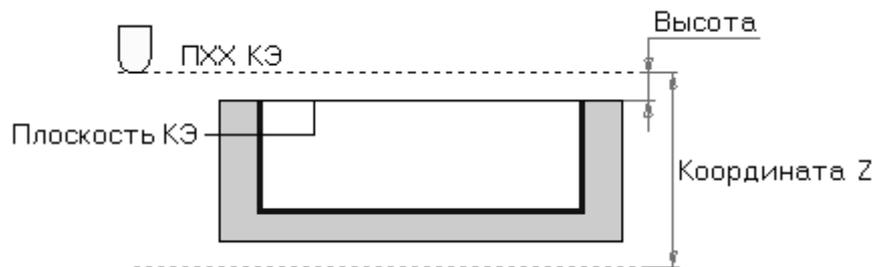

Рис. 8. Плоскость холостых ходов
**Плоскость холостых ходов** — это плоскость, в которой инструмент перемещается на холостом ходу при обработке данного колодца (рис. 8). Вы можете определить плоскость холостых ходов, задавая координату Z ее расположения или расстояние между плоскостью холостых ходов и плоскостью КЭ. Кроме того, ADEM CAM может назначать расположение плоскости холостых ходов автоматически.